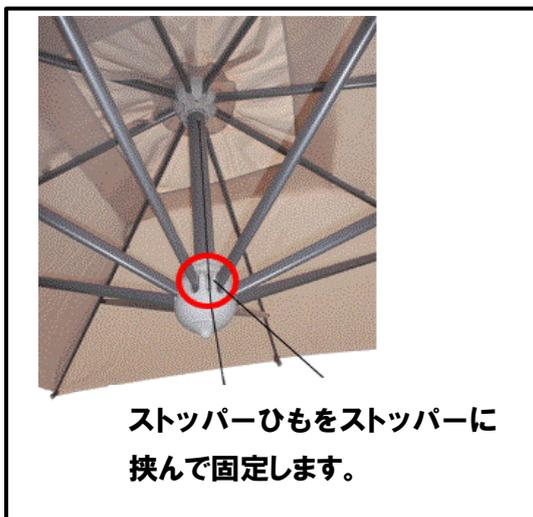

図.9
- ① パラソルを開いた後、中心部から、下がっているストッパーひもを強めにひっぱりハブの溝部分に差し込みます。(図.9)